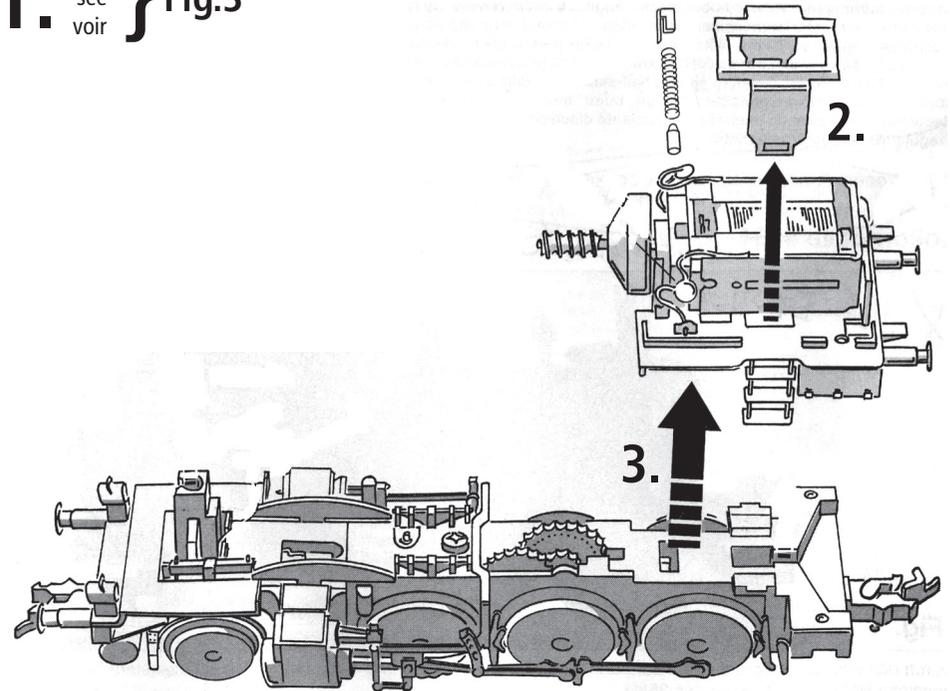

Fig. 9
**Zusammenbau:** Darauf achten, dass das am Lokgehäuse angebrachte Fangeisen **d** zwischen der Schwingenstange **e** und der Treibstange **f** zu liegen kommt (Fig. 9)